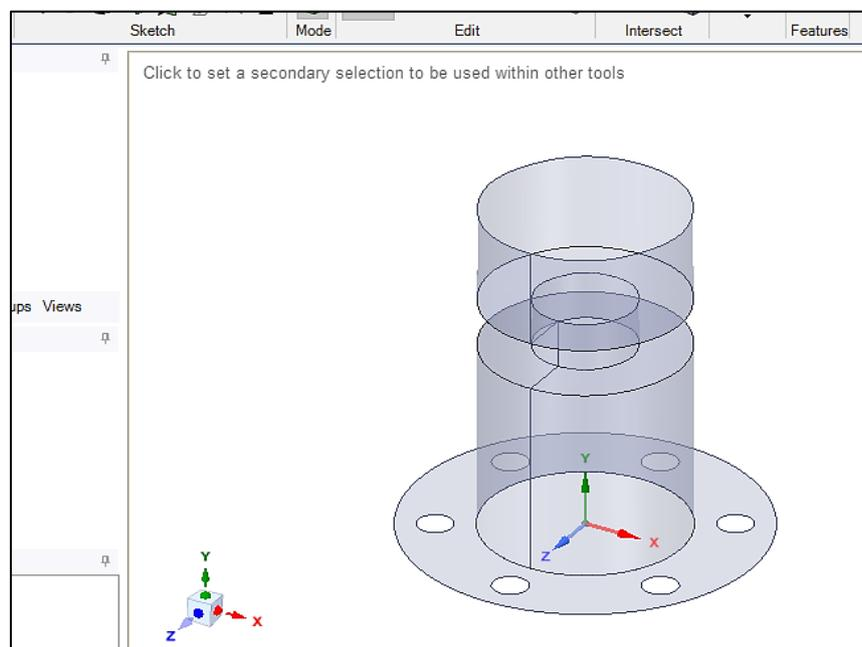

Рис. 13. Импорт геометрии
11.3. Для того чтобы найти созданную геометрию, переходим в папку с ней и выбираем отображение всех форматов – **All Files (*.*)**. Нажимаем на созданную геометрию с расширением «.x_t» и жмем кнопку **Открыть**. Импортированная геометрия показана на рис. 13.